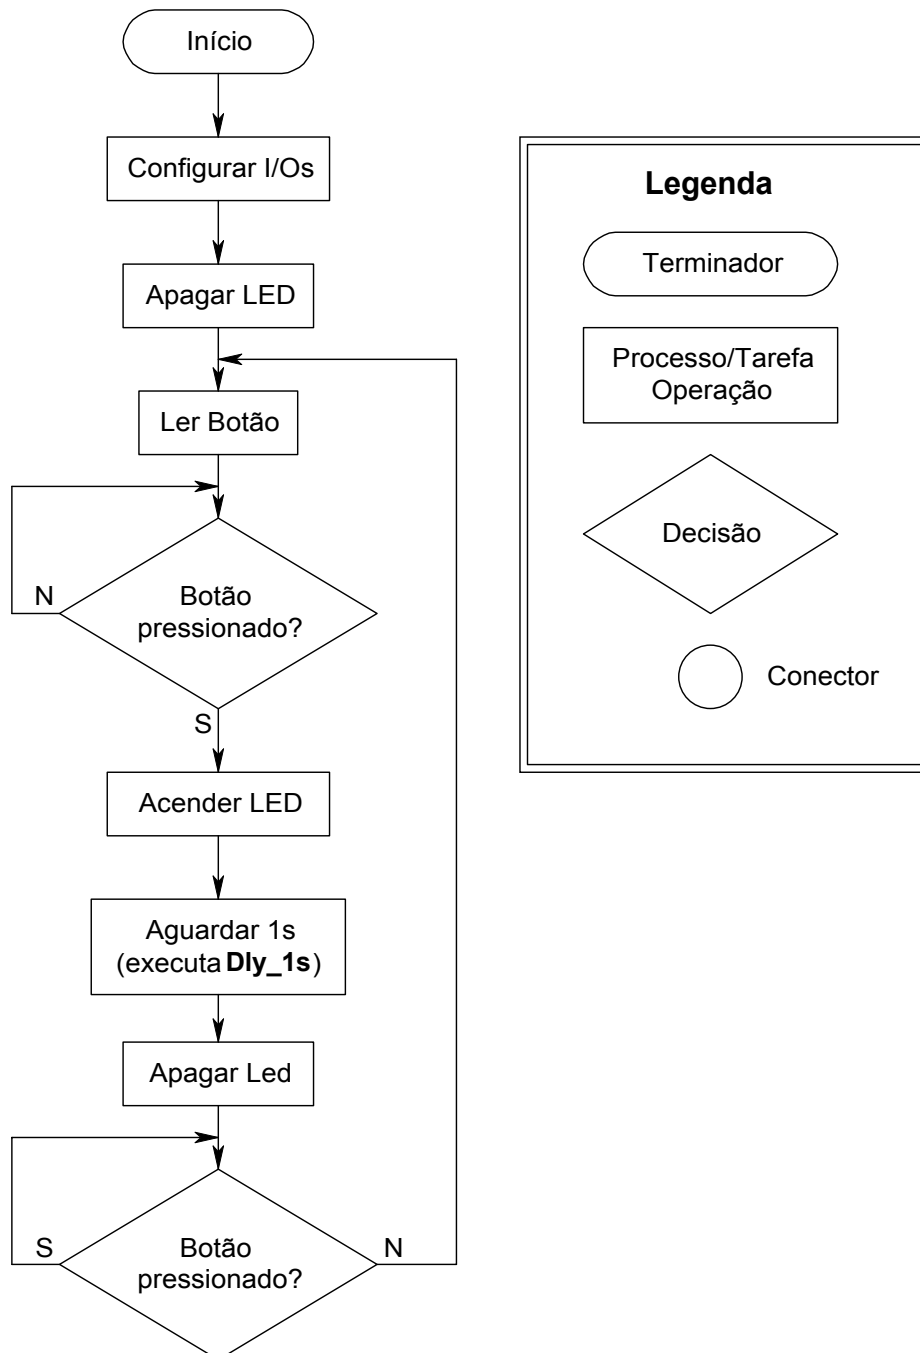
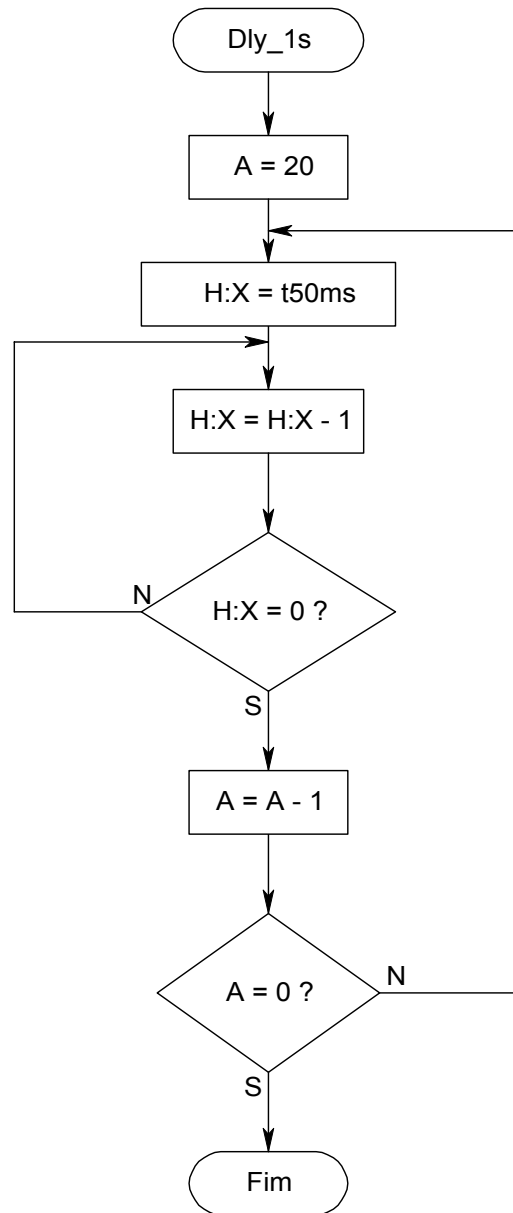

Figura 19 – Fluxograma da aplicação LED+Botão
Figura 20 – Fluxograma da rotina Dly_1seg
Uma das formas mais utilizadas para descrever um sistema, do ponto de vista de uma posterior implementação de software, é o fluxograma. O fluxograma dessa aplicação é apresentado na Figura 19, que também contém uma legenda (quadro à direita da figura) explicativa de cada tipo de bloco utilizado.
O processo/tarefa “aguardar 1 segundo” representado na Figura 19 não é uma tarefa trivial, e pode ser expandido através de um fluxograma denominado **Dly_1seg** (Figura 20) .
A Figura 20 apresenta uma solução para a rotina de tempo (por instruções) que é executada em 1 segundo (20 x 50 ms), conforme especificado no início do projeto. Nesse momento é impossível dizer com exatidão qual é o valor da variável **t50ms** que fornecerá o tempo de 50ms. Esse valor depende, do tempo e do número de ciclos das instruções, do número de instruções e do número de vezes que um determinado *loop*⁴ é executado (ver item 7.4).